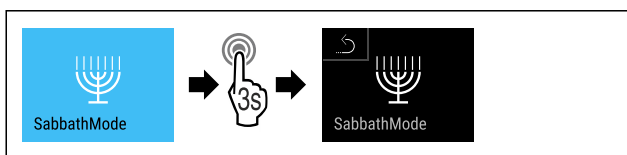

Fig. 13
- Suivre les étapes (voir Fig. 13) .